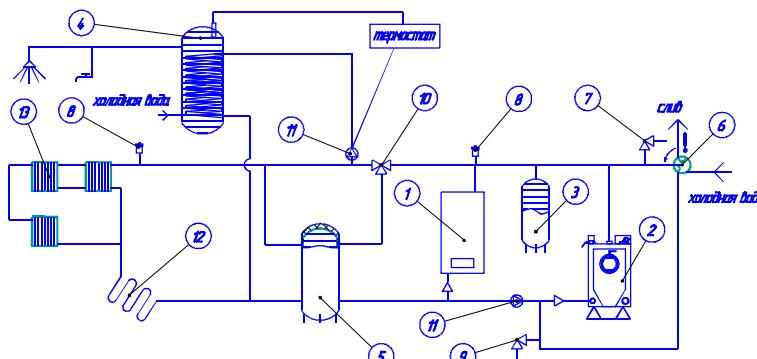

Рисунок 4.
Возможная система отопления изображена на рис. 4
6.1.6 Система отопления в обязательном порядке должна содержать компенсатор объемного расширения (3) рис.4. Если в качестве теплоносителя использована вода, то объем экспанзомата должен составлять не менее 10% от общего ее объема в системе. При использовании незамерзающего теплоносителя объем компенсатора объемного расширения рассчитывается в соответствии с эксплуатационными документами на теплоноситель. Устанавливать запорно-регулирующую арматуру между теплообменной емкостью прибора и компенсатором объемного расширения запрещается!
6.1.7 В системе должен быть установлен предохранительный клапан(7) рис. 4, рассчитанный на давление 0,4 МПа.
участками системы должен быть установлен автоматический воздухоотводчик (8) рис.4. Он необходим для удаления газов из системы и исключает возможность работы ТЭНов при отсутствии теплоносителя в теплообменной емкости.